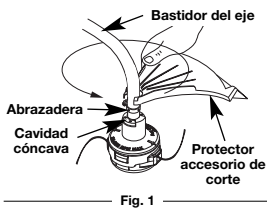

Fig. 1
1. Coloque el protector accesorio de corte sobre el bastidor del eje por encima del ensamble de la abrazadera (Fig. 1).